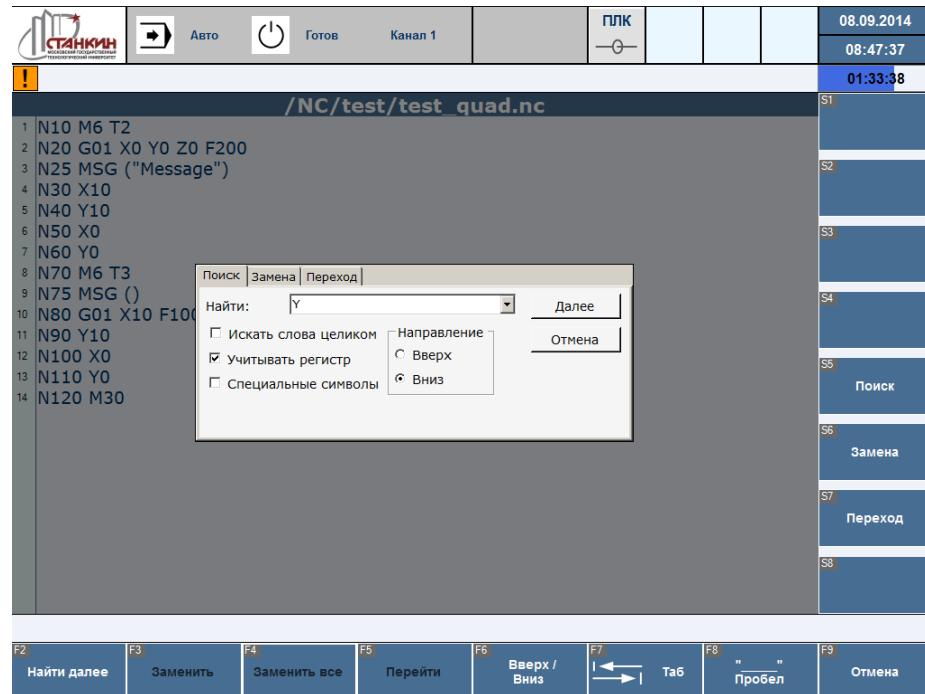

Рисунок 24– Поиск и замена текстового фрагмента, поиск строки управляющей программы
- F4 – вызов диалога поиска с активной вкладкой «Поиск» (Рисунок 24).
- F3 – замена текущего фрагмента (Рисунок 24).
- F4 – замена всех найденных текстовых фрагментов (Рисунок 24).